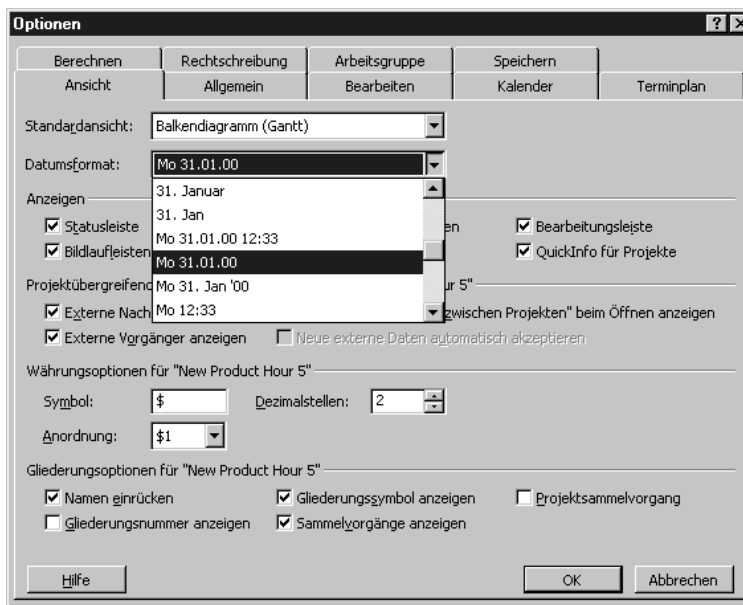

Abbildung 2.12:
2. Wählen Sie in der Registerkarte ANSICHT das gewünschte Format für die Datumsanzeige im Dialogfeld DATUMSFORMAT aus (siehe Abbildung 2.12).